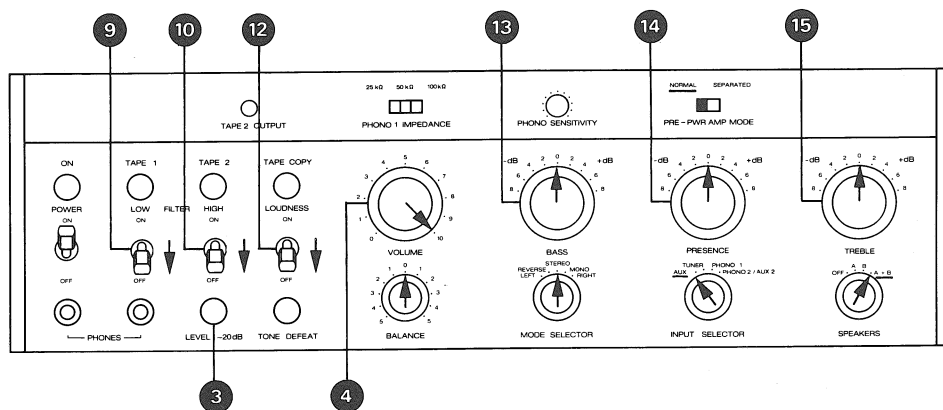

Fig. 5.2.-1
- Bedienungselemente gemäss Fig. 5.2.-1 einstellen.
- Klirrfaktor-Messgerät an Ausgang SPEAKERS A (43) oder B (42) anschliessen.
- NF-Generator an Eingang AUX 1 (32) anschliessen.
- Adjust all operating controls as per fig. 5.2.-1.
- Connect distortion meter to output SPEAKER A (43) or B (42).
- Connect audio generator to input AUX 1 (32).
- Réglez les éléments de commande selon fig. 5.2.-1.
- Branchez le distorsiomètre à la sortie SPEAKERS A (43) ou B (42).
- Branchez le générateur BF à l'entrée AUX 1 (32).
- Voltmeter an Ausgang SPEAKERS A (43) oder B (42) anschliessen.
- Connect audio voltmeter to output SPEAKERS A (43) or B (42).
- Connect audio generator to input AUX 1, (32).
- Branchez le voltmètre à la sortie SPEAKERS A (43) ou B (42).
- Branchez le générateur à l'entrée AUX 1 (32).
- Voltmeter an linken Ausgang SPEAKERS A (43) oder B (42) anschliessen.
- NF-Generator auf rechten Eingang AUX 1 (32) umstecken. Linken Eingang AUX 1 (32) mit 10 kOhm abschliessen.
- Connect audio voltmeter to the left channel output SPEAKERS A (43) or B (42).
- Connect audio generator to the left channel input AUX 1 (32).